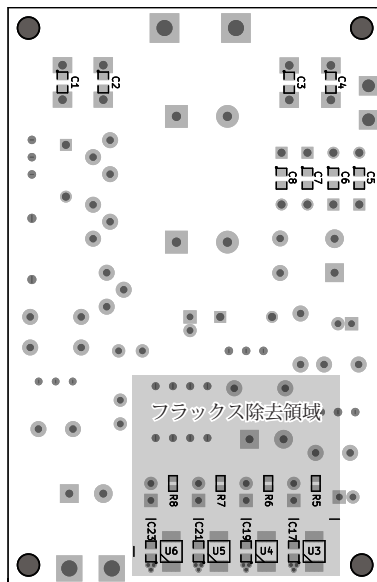

図 1 基板裏面フラックス除去領域
- 6：図 1 を参考にフラックス洗浄液を塗布し工業用綿棒（糸屑が出にくい綿棒）を使用してフラックスを除去してください。この領域内のフラックスは必ず除去するようにしてください。雑音特性に影響が出る可能性があります。
- 5：図 1 を参考にフラックス洗浄液を塗布し工業用綿棒（糸屑が出にくい綿棒）を使用してフラックスを除去してください。この領域内のフラックスは必ず除去するようにしてください。雑音特性に影響が出る可能性があります。